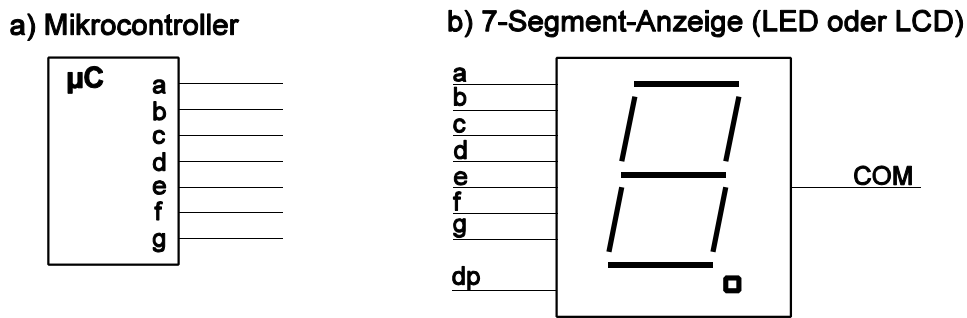

Abb. 3 Mikrocontroller mit Siebensegmentanzeige
12. Abb. 3 zeigt einen Mikrocontroller mit nachgeschalteter 7-Segment-Anzeige. Das Schaltsymbol der Anzeige steht sowohl für ein LED- als auch für ein LCD-Bauelement.